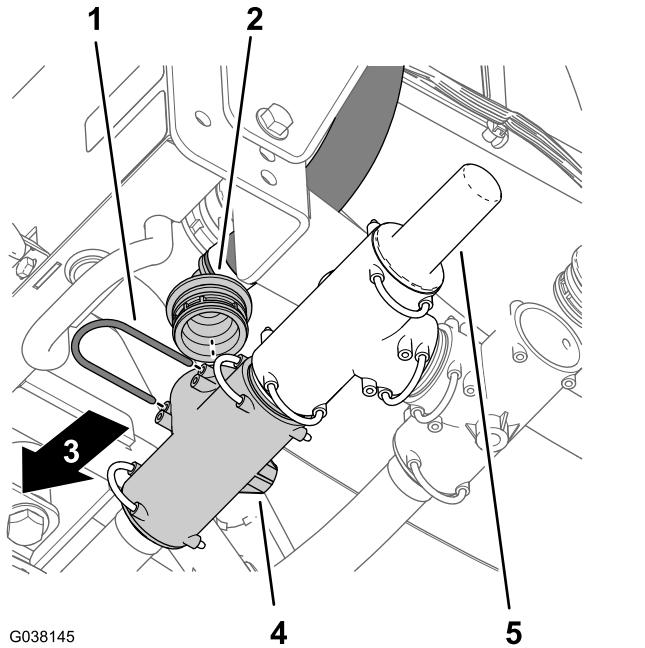

图24
3. 卸下将打药车供水软管的 90° 宝塔接头固定至泄压阀前部 T形接头的卡环 图24。
4. 从 T形接头卸下 90° 宝塔接头 图24。